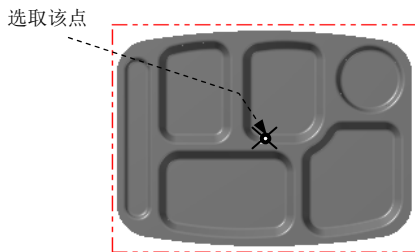
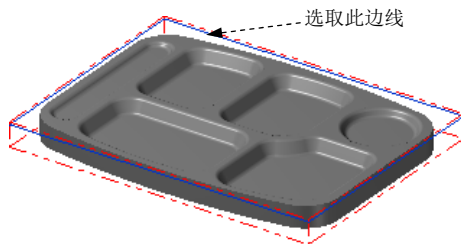

图 1.4 定义基准点
图 1.5 绘制矩形边界
Step1. 绘制矩形边界。单击俯视图  按钮，选择 **绘图(C)** → **矩形(R)...** 命令，系统弹出“矩形”工具栏；确认“矩形”工具栏中的  按钮被按下，选取图 1.4 所示的坐标原点，然后在  后的文本框中输入值 360，在  后的文本框中输入值 270，按 Enter 键。单击  按钮，完成矩形边界的绘制，结果如图 1.5 所示。
(2) 设置加工边界。在 **Containment boundary** 区域中单击  按钮，系统弹出“串连选项”对话框；在图形区中选取图 1.5 所绘制的边线。单击  按钮，系统返回至“刀具路径的